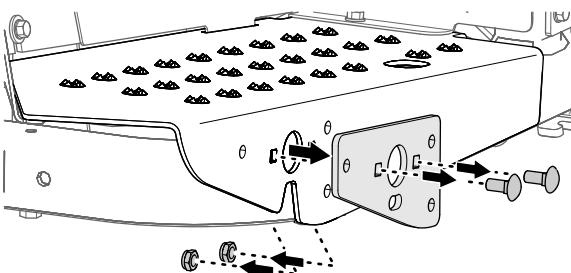

Figure 7
3. Déposez le support de pivot, les 2 boulons de carrosserie (5/16" x 3/4") et les 2 contre-écrous (5/16") de la machine (Figure 7).